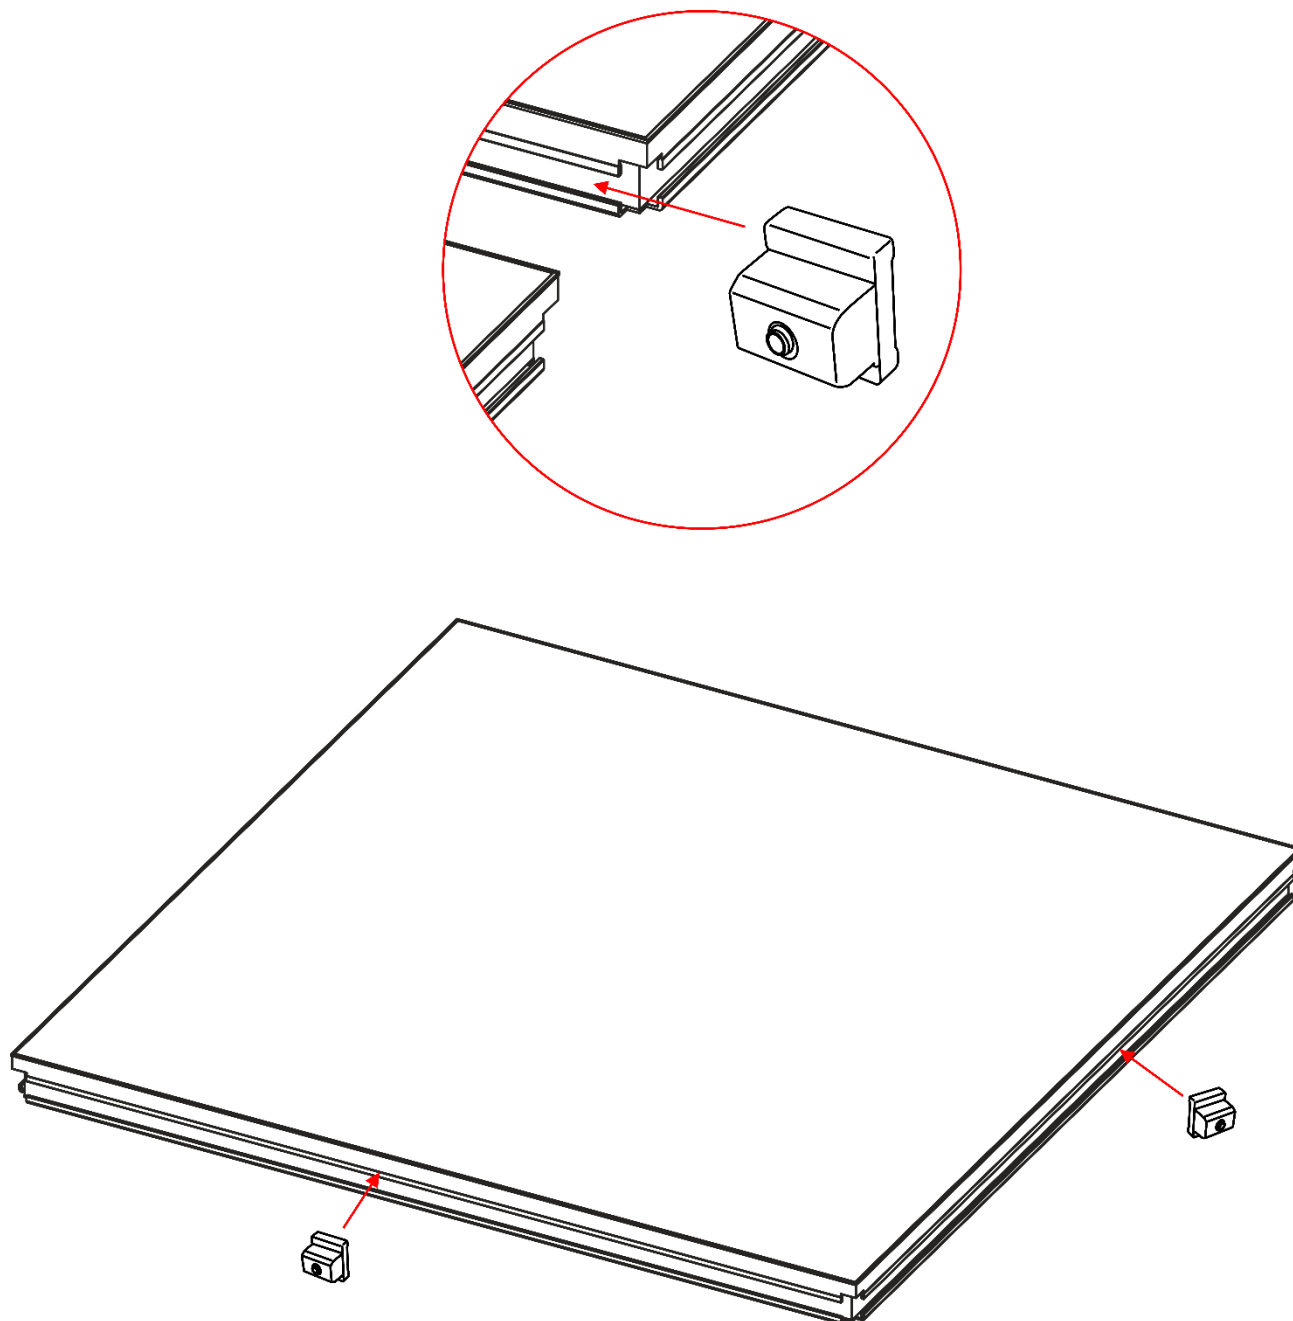

Fig. 04
- 02) Per mettere in piano i due set, inserire l'Inserto di auto-livellamento per Mammoth Stage (70637) fra i due ripiani del palcoscenico, nella parte centrale del profilo (cfr. fig. 04).